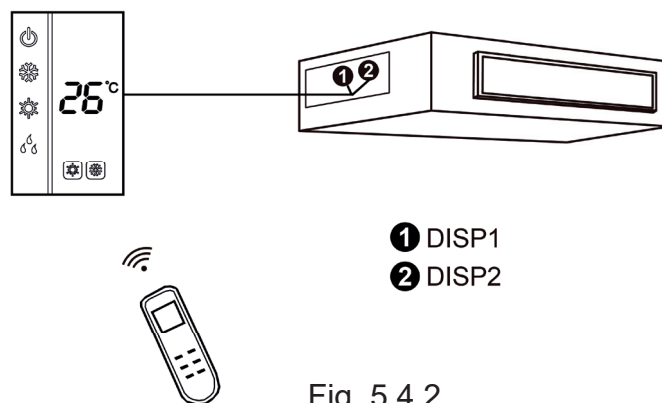

Fig. 5.4.2
- 2) La Fig. 5.4.2 mostra l'installazione del Telecomando.